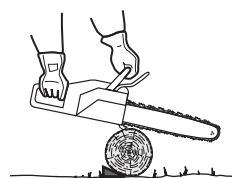

Fig. 46
- > Si le diamètre du rondin est suffisant pour insérer une cale sans toucher la chaîne, utilisez une cale pour maintenir le rondin en position et ainsi éviter les pincements (Fig. 46).